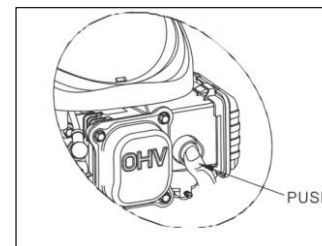

Fig. 2A
a) Appuyez sur l'amorce rouge 3-5 fois. (Fig. 2A)